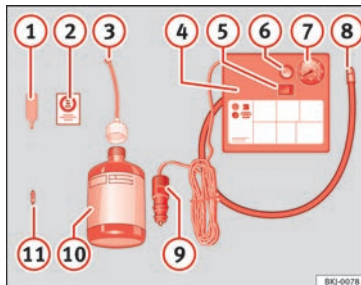

Fig. 73 Rappresentazione standard: contenuto del kit per la riparazione degli pneumatici.
- Svitare il cappuccio e l'elemento di tenuta della valvola del pneumatico. Utilizzare l'apparato » fig. 73 ① per estrarre l'elemento di tenuta. Collocarlo su una superficie pulita.
- Agitare vigorosamente la bomboletta del sigillante per pneumatici » fig. 73 ⑩.
- Avvitare il tubo di gonfiaggio » fig. 73 ③ alla bomboletta del sigillante. La piombatura della bomboletta si rompe automaticamente.
- Rimuovere il tappo del tubo di riempimento » fig. 73 ③ e avvitare l'estremità aperta dal tubo alla valvola dello pneumatico.
- Ricollocare l'elemento di tenuta con l'apparato » fig. 73 ① nella valvola del pneumatico.
- Avvitare il tubo di gonfiaggio dello pneumatico del compressore » fig. 73 ⑧ nella valvola dello pneumatico.
- Verificare che la vite di sfiato dell'aria sia chiusa » fig. 73 ⑥.
- Collegare il connettore » fig. 73 ⑨ a una presa elettrica a 12 V del veicolo » pag. 159.
- Collegare il compressore ad aria con l'interruttore ON/OFF » » fig. 73 ⑤.